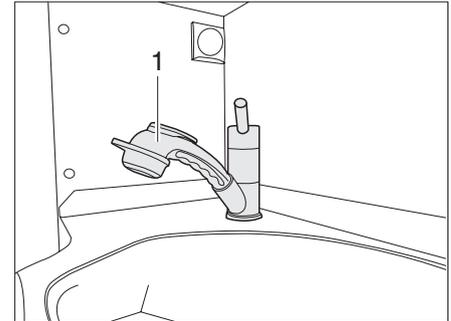

Fig. 102 Pomme de douche
- ▶ Extraire la pomme de douche (Fig. 102,1) et la laisser s'écouler.
- ▶ Pour se doucher, utiliser la pomme de douche (Fig. 102,1). Pour cela, sortir la pomme de douche.